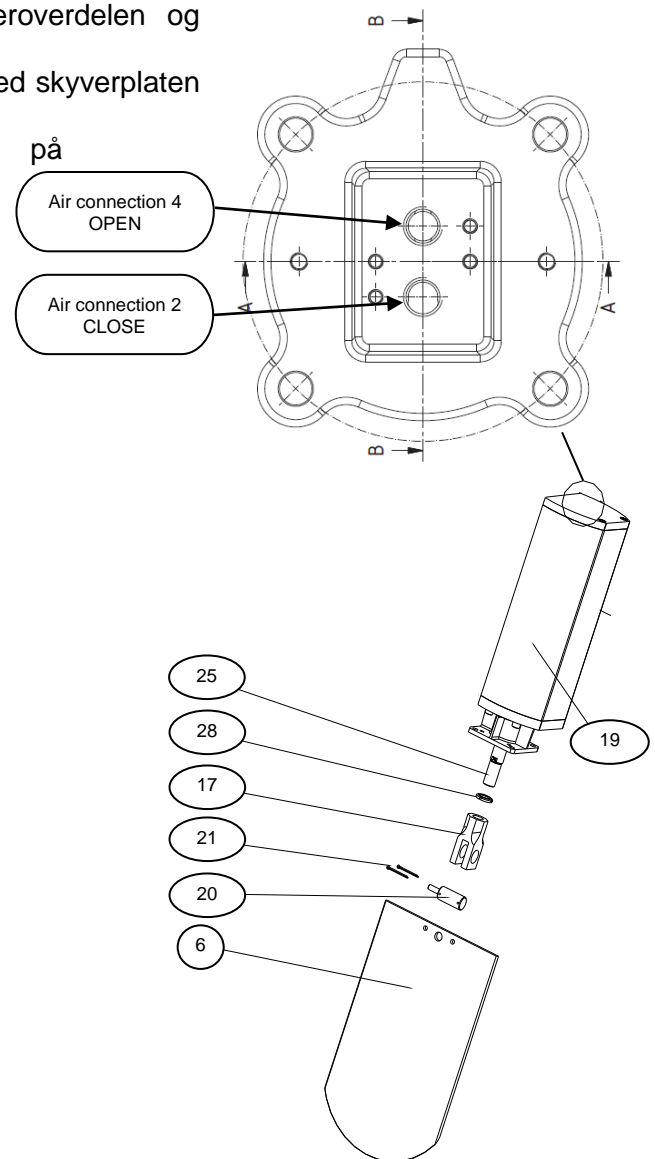

Fig. 3
- Ved montering av sylindere må følgende forberedes (pos.nr. se fig. 3):
- at bolten (20) passer med klemmene (21),